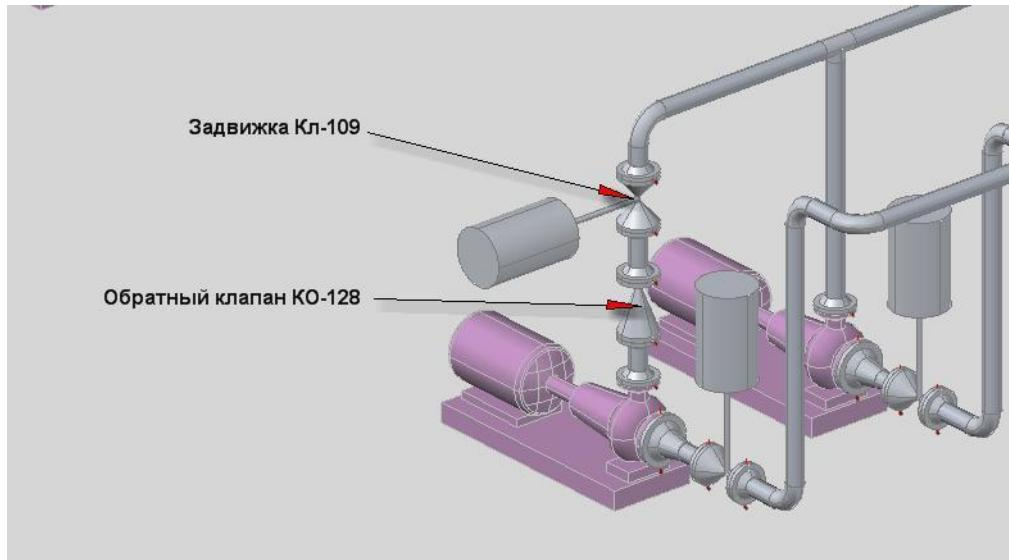

Рис. 95
- Разместите Обратный клапан КО-128 и Задвижку Кл-109, выбирая их последовательно из списка линий P&ID (Рис. 95).